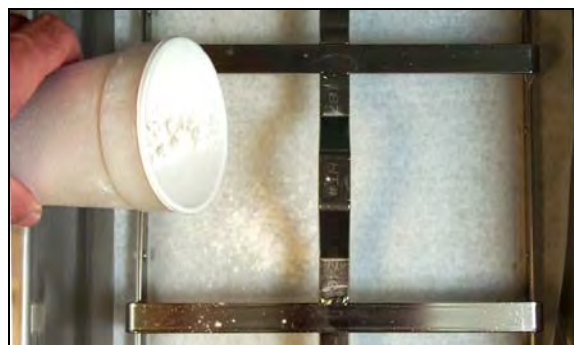

Figura 4
- Logo que o anel de retenção estiver na sua posição, e caso estiver a utilizar papel de filtro, polvilhe um pacote de pó de filtragem uniformemente sobre o papel. (Veja figura 4)